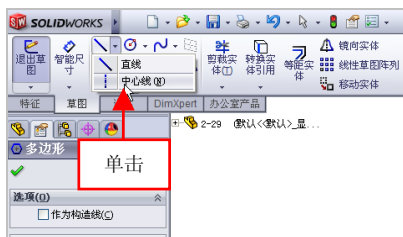

图 2-30 单击【中心线】按钮
(2) 单击【草图】选项卡中的【中心线】按钮，如图 2-30 所示。